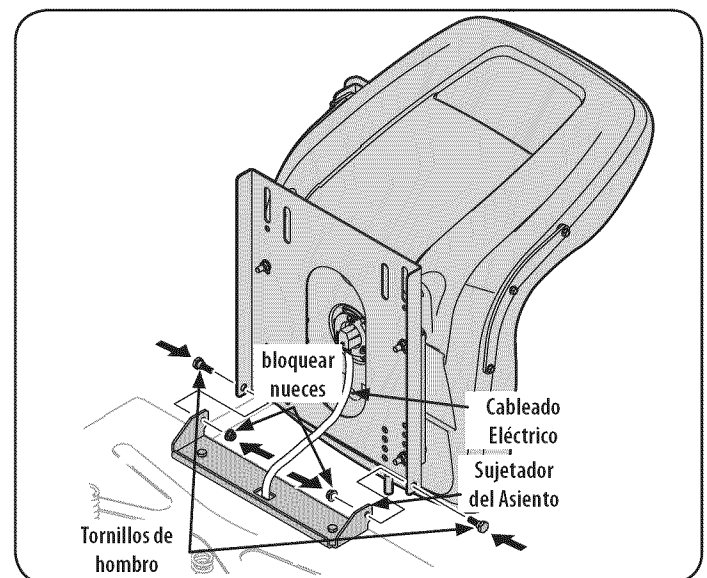

Figura 3
3. Girar el asiento en su posición y asegurar el asiento en su lugar con los tornillos que retiró antes de hombro y tuercas de seguridad. Tenga cuidado de no doblar o dañar el mazo de cables para la instalación del asiento. Véa Figura 3.